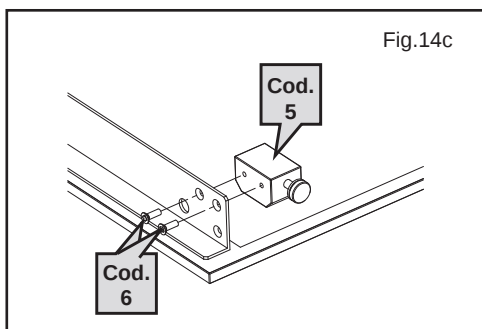

Fig.14c
- Fixer les blocs (Cod.5) de plexiglas avec deux vis chacun (Cod.6) (Fig.14c) .